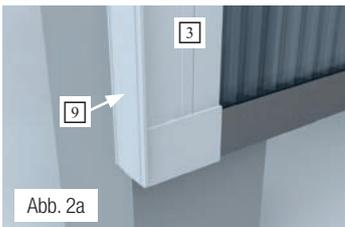
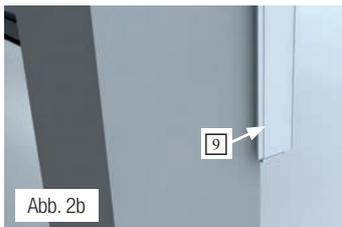

Abb. 2a
Abb. 2b
2. Bitte beachten Sie bei der Verlegung mit der Zevener Randleiste **3**, dass diese aufgrund der Geometrie nicht mittig auf der Unterkonstruktion (Abb. 2a und Abb. 2b) montiert werden kann.